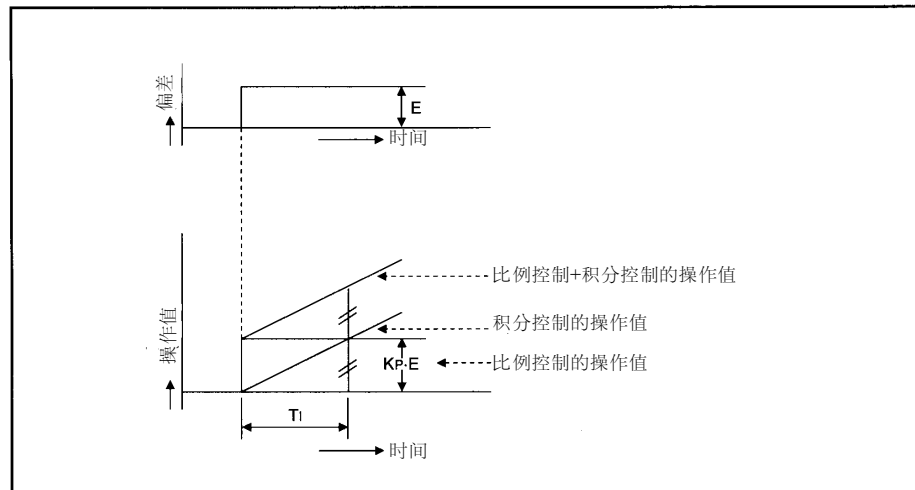

图.1.9 阶跃响应的积分控制
- (1) 当存在偏差时，积分控制可使操作值连续变化以消除偏差值。可以消除比例控制产生的偏置值。
- (2) 在积分控制中，从偏差产生到积分控制的操作值达到比例控制的操作值的时间称为积分时间，用 T_i 表示。
- (3) 误差值为常数时，阶跃响应的积分控制如图 1.9 所示。
- (4) 积分控制常与比例控制结合成为 PI 控制，或者与比例、微分控制结合使用作为 PID 控制。